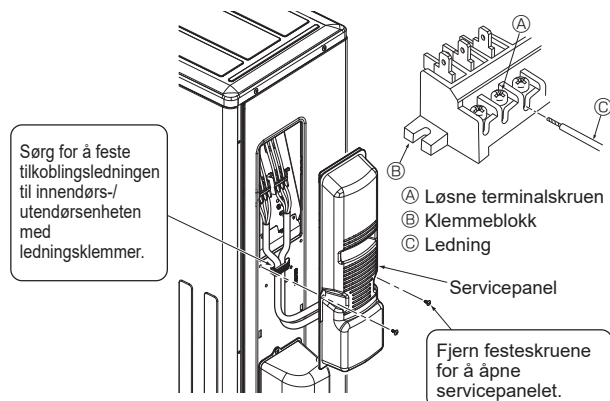

Fig. 6-3
### 6.1. Utendørsenhet (Fig. 6-1, Fig. 6-2, Fig. 6-3)
- ① Fjern servicepanelet.
- ② Koble til kablene med henvisning til Fig. 6-1, Fig. 6-2 og Fig. 6-3.